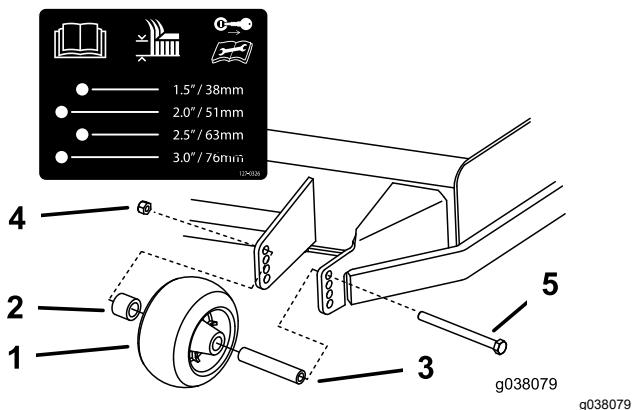

Figura 33
3. Regolate i rulli antistrappo come illustrato nella Figura 33.